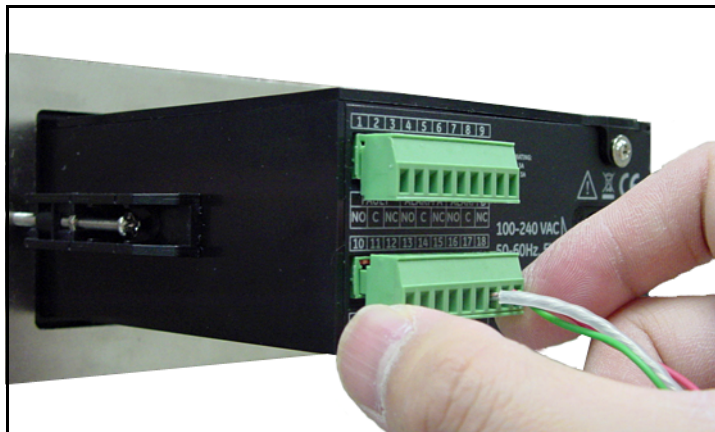

Figure 25: Wiederanschießen des Steckers an die Klemmenleiste
4. Schließen Sie den Stecker wieder an die untere Klemmenleiste an der Rückseite des **dew.IQ** an (siehe *Figure 25* unten).